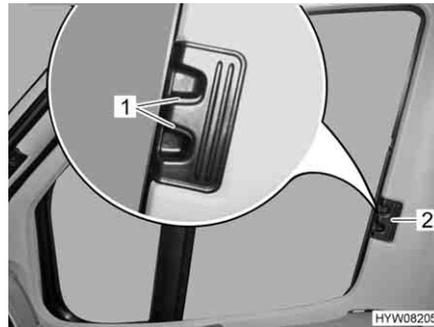

Bild 76 Faltschutz für Fahrer-/ Beifahrerfenster
- Entriegelungsgriffe (Bild 76,1) zusammendrücken und gedrückt halten.
- Die Faltschutzrollen für das Fahrerfenster und das Beifahrerfenster am Griff (Bild 76,2) zur anderen Fensterseite ziehen und an den Magnetstreifen aneinanderfügen.
- Die Faltschutzrollen für das Fahrerfenster und das Beifahrerfenster am Griff (Bild 76,2) bis zum Anschlag einschieben.
- Entriegelungsgriffe (Bild 76,1) loslassen und einrasten lassen.